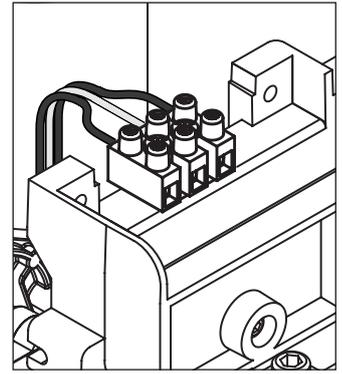

Abb.26
**PRETTY.B** hat eine Klemmleiste mit 3 Kontakten, die an die orangefarbene herausziehbare Klemmleiste M2 der Steuerung CP.PTY wie nachfolgend angegeben anzuschließen sind (Abb. 26).